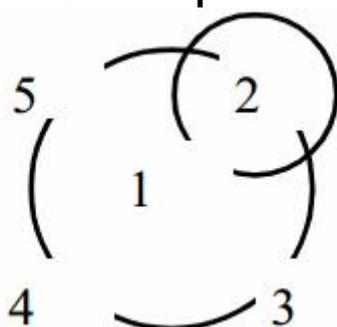

Рисунок 2 - Схема расположения прибора при проведении измерений.
Сместите условный центр прибора относительно первого измерения на 5...7 см по диагонали в положение «2 часа» (см. рис. 2). Проведите 2-е измерение (коснитесь кнопки измерений и отойдите от прибора на один шаг). Через 3 - 4 секунды, после завершения измерения, на дисплее появится значение плотности « $\rho_2$ » и температуры « $T$ » во второй точке измерения.
Затем проведите ещё 3 измерения, переставляя прибор в положения «4 часа», «8 часов» и «10 часов» (точки 3, 4 и 5 на рис. 2).
- сместите условный центр прибора, ориентируясь по нарисованной окружности, на 5...7 см по диагонали в положение «2 часа» (см. рис. 2) и проведите измерения плотности « $\rho_2$ »;
- сместите условный центр прибора, ориентируясь по нарисованной окружности, на 5...7 см по диагонали в положение «2 часа» (см. рис. 2) и проведите измерения плотности « $U_2$ »;